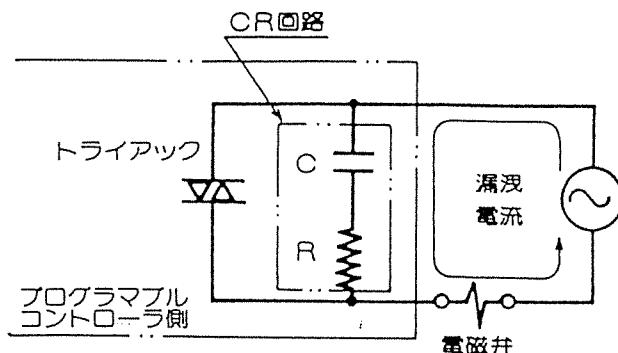

図8
- (1) プログラマブルコントローラなどで電磁弁を動作させる場合には、プログラマブルコントローラの出力の漏洩電流が下記の仕様範囲内であることを確認してください。誤動作の原因となります。(図8参照)